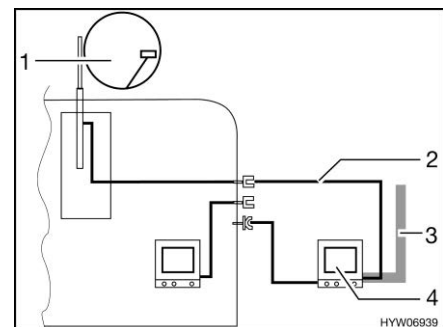

Fig. 200 TV dans l'auvent
- TV dans l'auvent (Fig. 200,4) : Raccord à l'antenne sur le toit (Fig. 200,1) avec câble d'alimentation (Fig. 200,2)
- TV dans l'auvent (Fig. 200,4) : Raccord à l'antenne extérieure (Fig. 200,3)